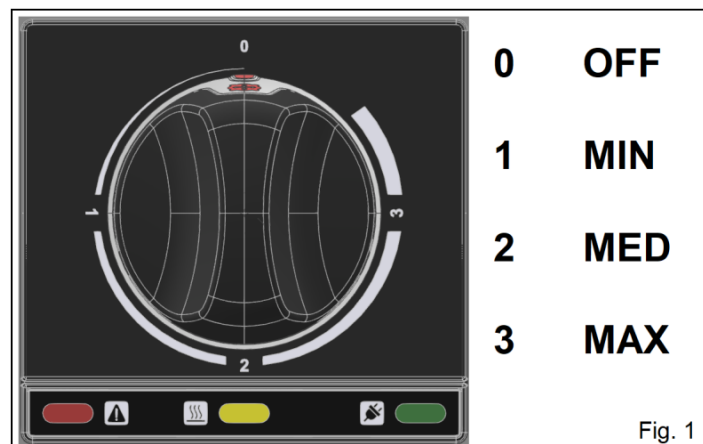

Fig. 1
- Ruotare la manopola di fig.1 nella posizione desiderata, si accenderà la spia verde che indicata POWER ON e inizierà il riempimento automatico della vasca;
Al termine delle operazioni di cottura ruotare la manopola di fig. 1 nella posizione 0, attendere almeno cinque minuti prima di procedere allo scarico dell'acqua ponendo la leva nella posizione aperto ed infine procedere alla pulizia.
Ruotare la manopola di fig. 1 nella posizione desiderata ed attendere l'ebollizione della soluzione di acqua e aceto.